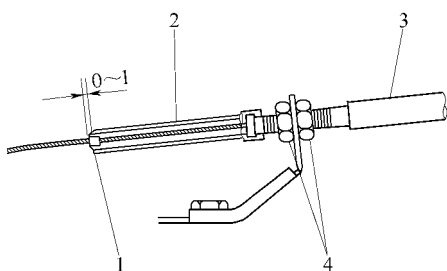

图 11-6 测量防尘套端部和钢索限位套的距离
2) 将加速踏板完全踩下，测量防尘套的端部和钢索限位套之间的距离，如图 11-6 所示。